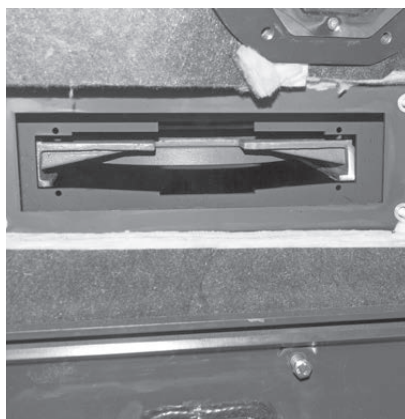
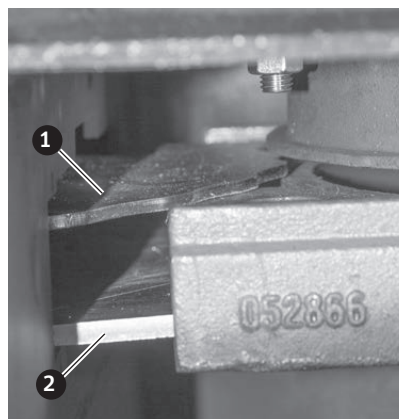

Fig. 22 Introdurre la rimozione ceneri nelle apposite guide
Fig. 23
- ▶ Introdurre la rimozione ceneri nelle apposite guide sul lato sinistro della caldaia (Fig. 22), facendo attenzione alla guida per la serranda braci in alto e alla serranda ceneri in basso nella caldaia (aprire lo sportello del vano cenere) – Fig. 23.